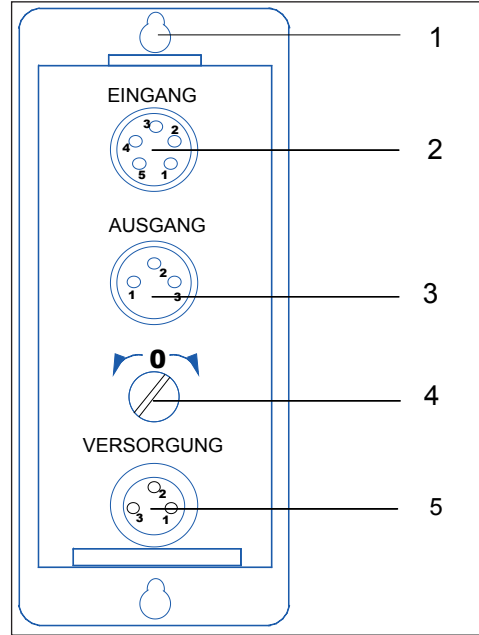

Abb. 1
3. Die Ausgangsspannung des 1901/TA mit dem Nullpunktsteller (4, Abb. 1) mit einer Abweichung von max. $\pm 10 \mu\text{m}$ auf Null stellen.